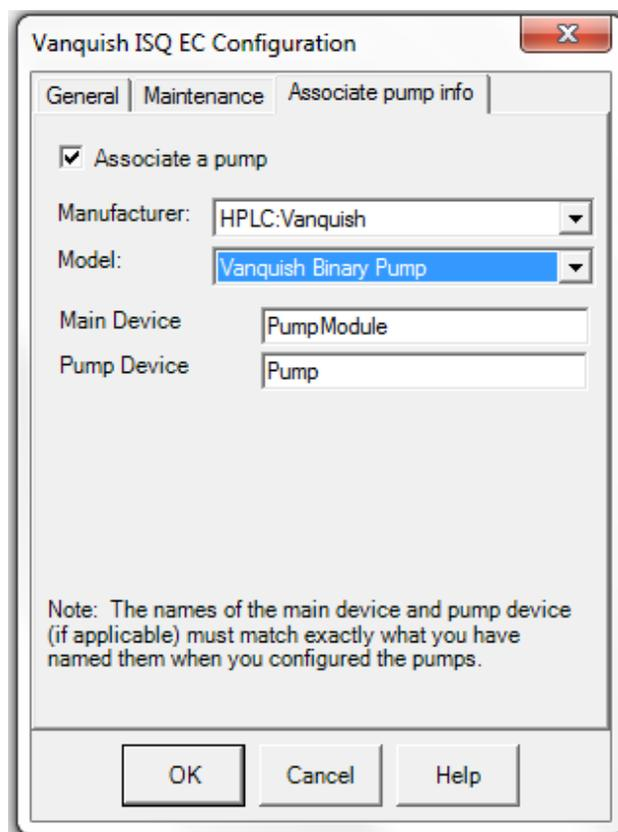

Abbildung 73: MS-Konfiguration – Eingabe der Gerätenamen
- 29) Geben Sie die Namen für **Main Device** (Hauptmodul) und **Pump Device** (Pumpenmodul) ein. Die Namen müssen mit denen für die Pumpe übereinstimmen. Siehe Abbildung 73.